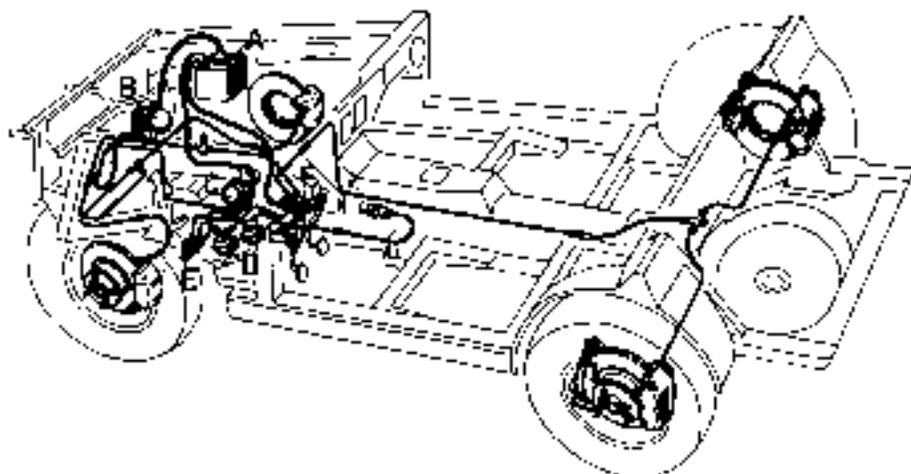

Fig. 2
Dal serbatoio A l'olio passa alla pompa B, che comandata dal motore tramite due valvole, fornisce la pressione a tutto il circuito frenante, un regolatore C opportunamente tarato a circa 175 Kg./cm.2 la invia attraverso l'accordo C a due accumulatori D uno per il circuito anteriore e uno per il circuito posteriore, ind. alla valvola dosatrice F comandata dal pedale freno. La spia rossa (N. 11 Fig. 1) posta sopra il cruscotto segna e la mancanza di pressione nel circuito idraulico. Come si vede dallo schema di fig. 2 il sistema frenante è a doppio circuito.
Le système de freinage est réalisé de la façon suivante. Du réservoir l'huile passe à la pompe B, qui, commandée par le moteur à travers deux courroies, fournit la pression à tout le circuit de freinage, un régulateur (C) correctement calibré à 175 Kg./cm.2 environ, transmet la pression à travers le raccord E, à deux accumulateurs D (un par le circuit avant et l'autre par le circuit arrière); et ensuite à la soupape de dosage F commandée par le pédale de frein. Le témoin rouge (n. 11 fig. 1) placé sur le tableau de bord signale le manque de pression dans le circuit hydraulique. Comme indiqué par la fig. 2 le système de freinage est à double circuit.
The braking pressure is performed by a pump B operated by the engine by means of two belts a regulator set at C at 175 Kg./cm.2, sends it through pipe E to two accumulators D, one for the front, the other for the rear circuit, then to the valve F of the circuit operated by the brake pedal. The red warning light (N. 11 Fig. 1) on the dashboard indicates insufficient pressure in the hydraulic circuit. As in fig. 2 the braking system has two circuits.
Wie aus dem Schema (Abb. 2) ersichtlich, hat das Bremssystem zwei voneinander unabhängige Bremskreise.